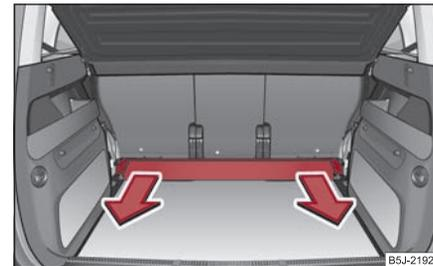

Abb. 86 Gepäckraum: Quertragschiene herausnehmen ▶
- Fassen Sie die Quertragschiene ⇒ Seite 77, Abb. 86 und nehmen Sie diese durch Ziehen in Pfeilrichtung heraus.